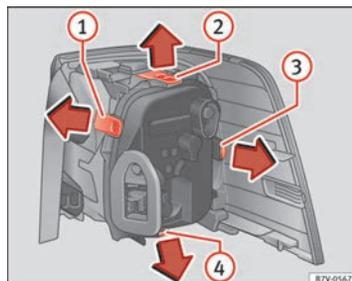

Fig. 214 Feux arrière dans la carrosserie : démonter le porte-ampoule. ① à ④ : languettes de fixation.
9.	Pour débloquer le porte-ampoule, appuyez sur les languettes de fixation ⇒ fig. 214 ① à ④ dans le sens de la flèche.